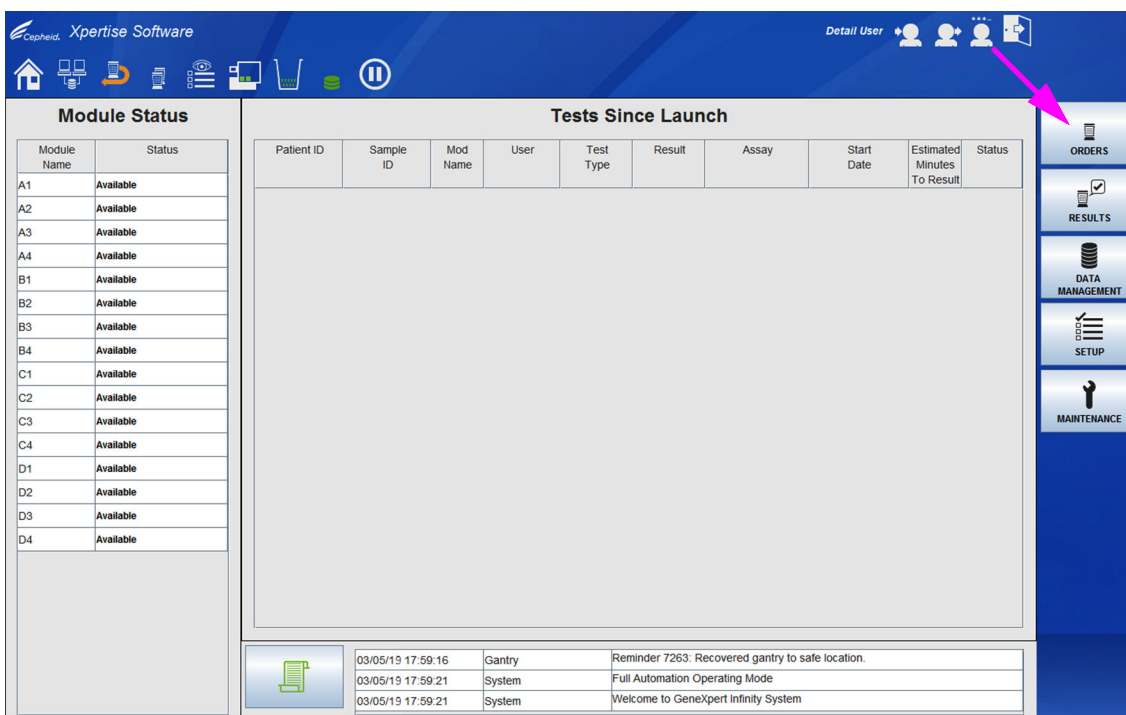
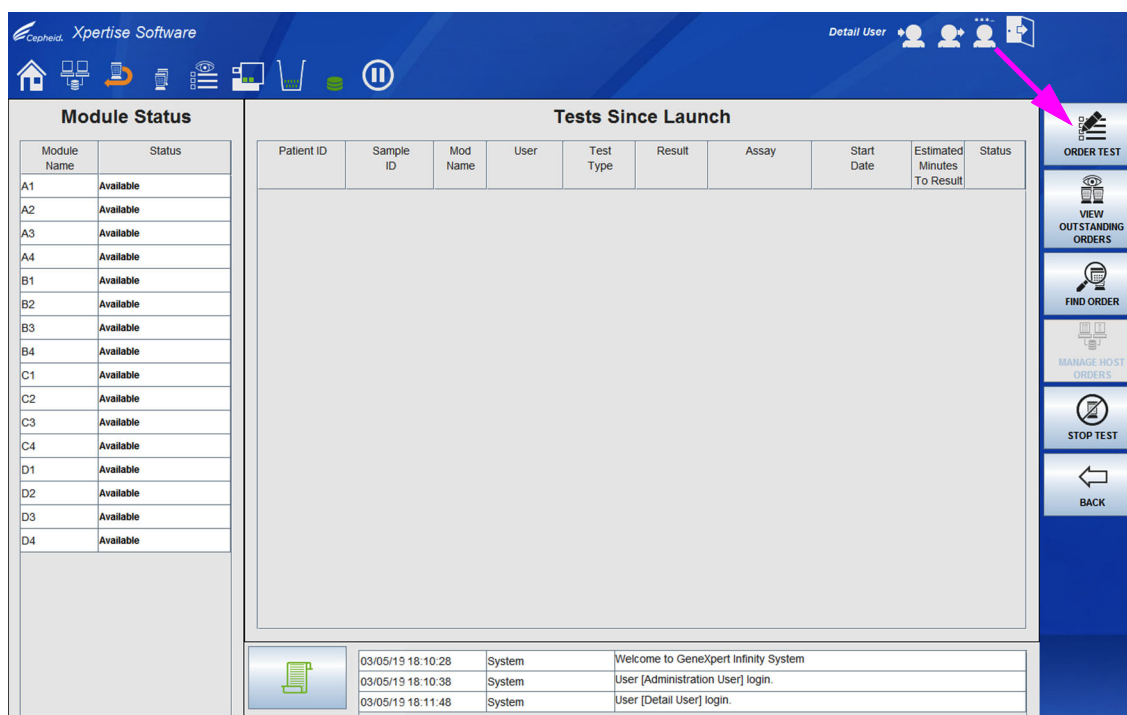

图 5-26. Xpertise 软件主页工作区
图 5-27. 指令菜单
软件启动时，系统检查自动化系统的状态，对各个 GeneXpert 模块执行自检，然后显示当前工作的 Xpertise 软件主页工作区。请参见图 5-26。
1. 在 Xpertise 软件主页工作区中，选择**指令 (ORDERS)** 按钮。请参见图 5-26。将显示指令菜单工作区。请参见图 5-27。
2. 选择**指令测试 (ORDER TEST)** 按钮。请参见图 5-27。将使用一系列工作区屏幕截图指导您扫描或输入测试信息，从而展示指令过程。